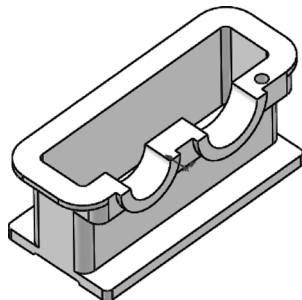

图 9-61 创建安装孔
**03** 创建切除拉伸实体。选择菜单栏中的“插入”→“切除”→“拉伸”命令，或单击“特征”控制面板中的“拉伸切除”按钮，系统弹出“切除-拉伸”属性管理器；在“深度”文本框中输入 100，单击“确定”按钮，完成实体拉伸切除的创作，如图 9-61 所示。